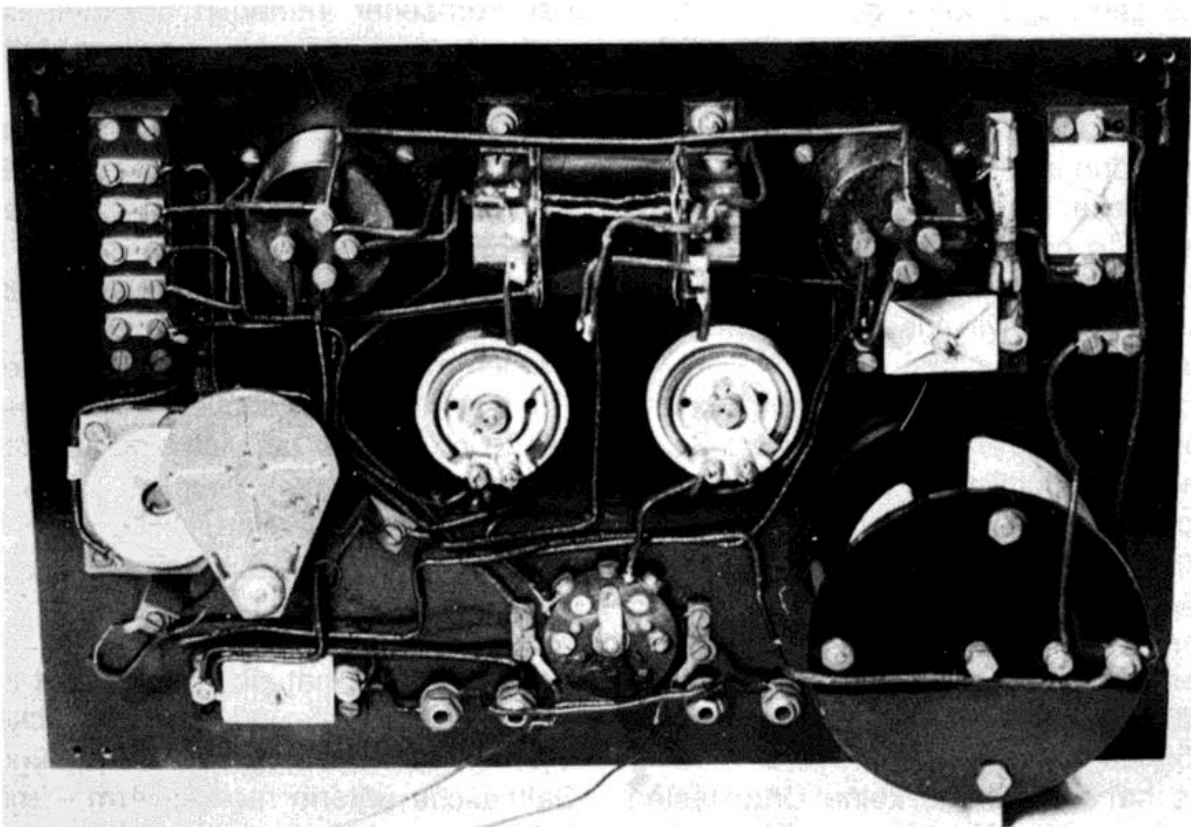

Bild 3: Blick auf die Rückseite der Frontplatte
4. Abweichend vom DR 12 hat man sich für den DR 24 den Luxus gestattet, wahlweise die Heizspannung der einen oder der anderen Röhre messen zu können. Mit großer Wahrscheinlichkeit geschah dies mit einem Einbauinstrument auf das die beiden in *Bild 3* sichtbaren, mit Lötösen versehenen Anschlußlitzen, hinweisen. Ausgehend von der Leitungslänge müßte das Instrument im Gehäuse unterhalb der Chassisplatte angebracht sein. Für ein geräteeignetes Meßinstrument spricht auch der für Telefonbuchsen zu geringe Lochdurchmesser der Lötösen.
5. Während beim DR 12 die Stromversorgung über Steckbuchsen auf der Frontplatte erfolgt, scheint der DR 24 hierfür ein mehradriges Zuleitungskabel besessen zu haben. Die im *Bild 3* oben links sichtbare Schraubkontaktleiste deutet darauf hin.